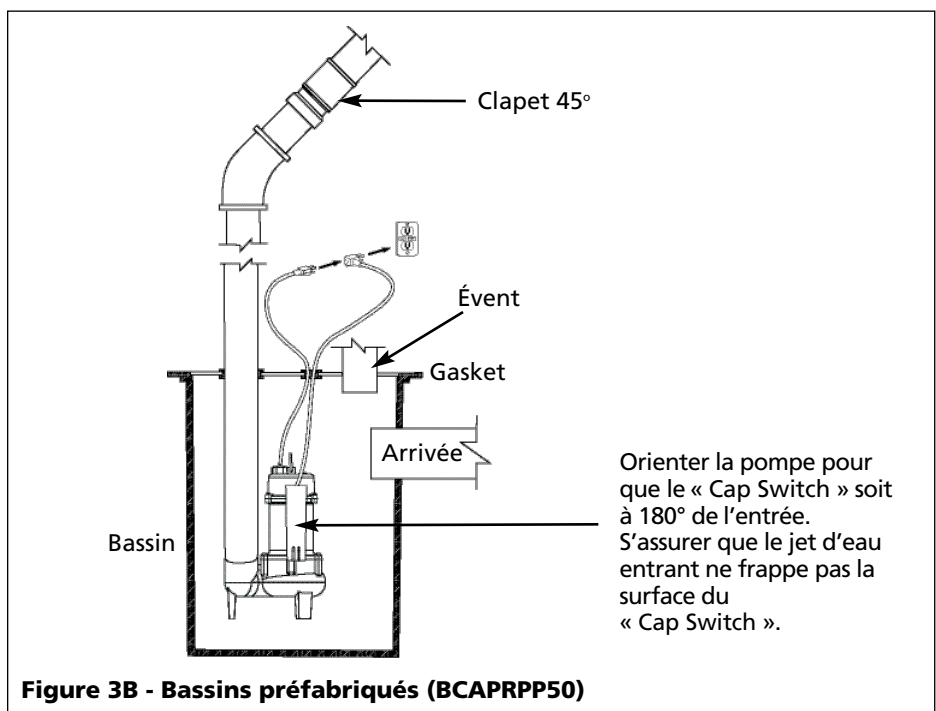

Figure 3B - Bassins préfabriqués (BCAPRPP50)
8. Les modèles BCAPRPP50 sont équipés avec un détecteur capacitive d'eau « Cap Switch ». Orienter la pompe dans la cuve de façon que le détecteur d'eau « Cap Switch » soit positionné à 180° de l'entrée d'eau. S'assurer que le courant d'eau en entrée ne frappe pas la surface du « Cap Switch » (Voir la figure 3B).